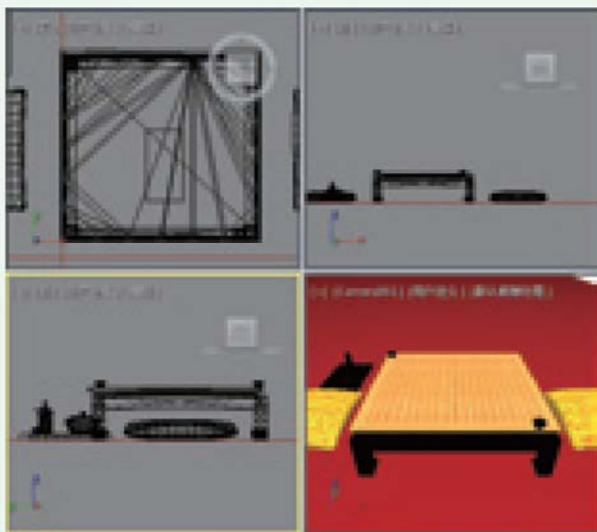

图4-86 打开文件
- 01 启动软件后，打开“围棋素材.max”素材文件，如图4-86所示。